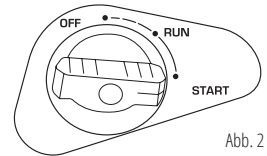

Abb. 2
4. Stellen Sie die Starterklappe in die Position „START“ (Abb. 2).